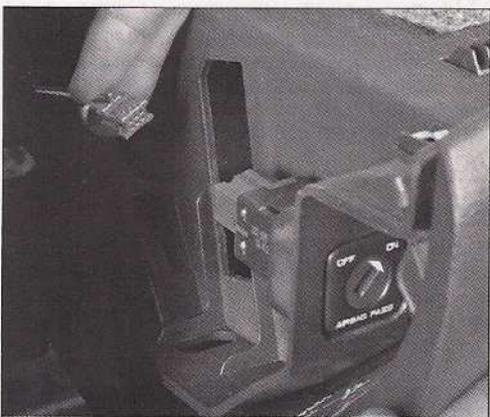

FIG. 7
- Extraer la guantera para desconectar la conética (iluminación, contactor de desactivación del airbag de pasajero, toma periférica) (Fig.7).